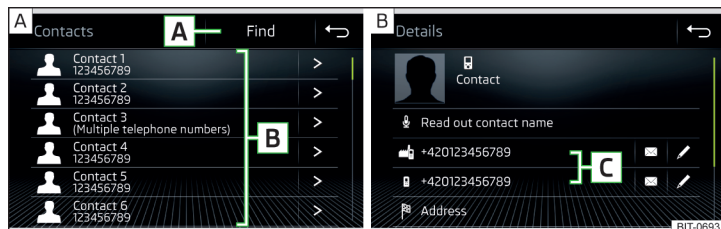

Fig. 212 Lista contactelor telefonice/detaaliile contactului
► În meniul principal *Telefon*, acționați suprafața de comandă funcții , se afișează o listă a contactelor telefonice » fig. 212- A.